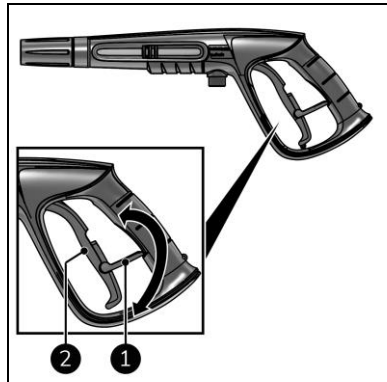

Abbildung 16
1. Gegebenenfalls den Auslöser betätigen (Abbildung 16, Pos. 2).
2. Drehen Sie die Auslösesperre (Abbildung 16, Pos. 1).